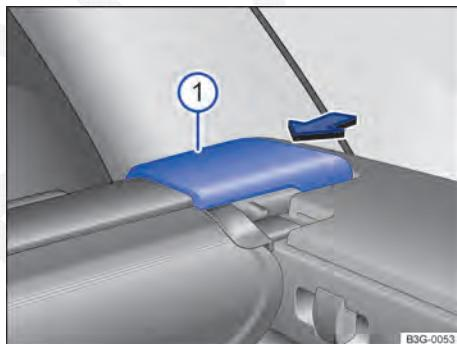

Fig. 93 No compartimento de bagagem: remover a cobertura do compartimento de bagagem.
- Pressionar a trava da cobertura do compartimento de bagagem ⇒ Fig. 93 ① no sentido da seta.